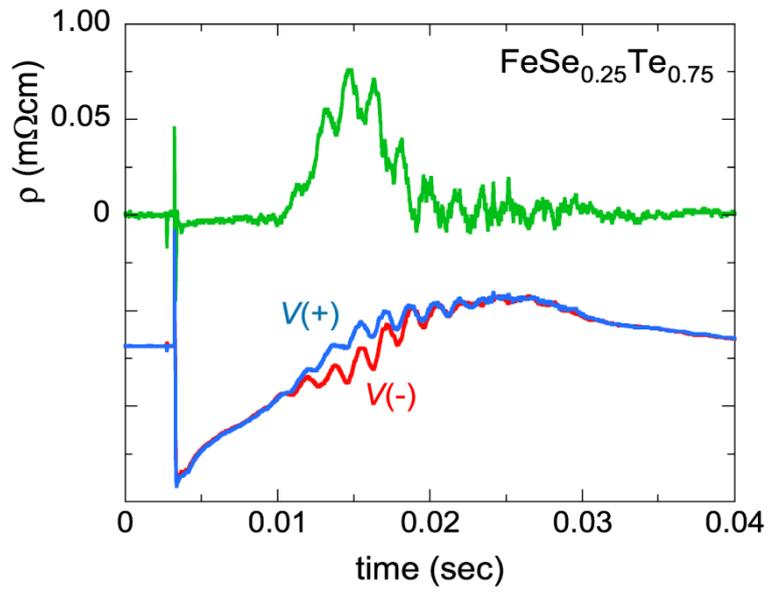

図 6 :  $dV_{\pm}/dt$  と  $dH/dt$  のデータ
- Memory 演算の電流が±それぞれの信号の誘導起電力・ノイズがシンクロしている (図 6) ため減法を行うことでそれらを取り除くことができる。